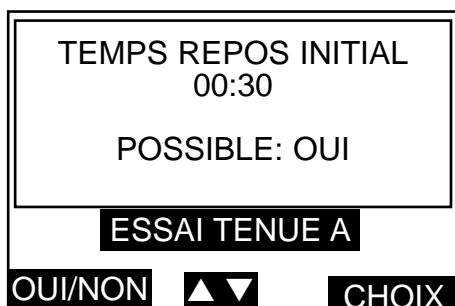

Figure 38. Ecran d'affichage de la sélection du temps de repos initial de l'essai de tenue.
- Appuyez sur la touche gauche A. L'écran de la Figure 38 apparaît.